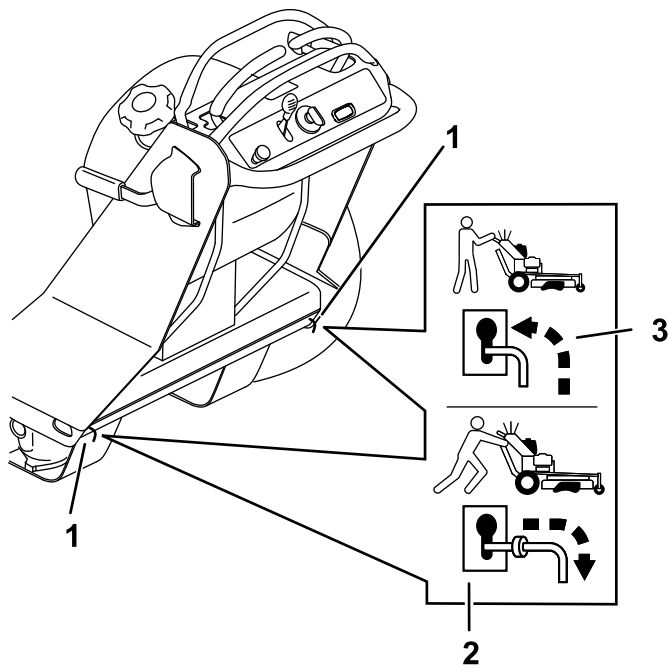

Figure 67
4. Tirez les deux leviers de dérivation en arrière dans la fente en trou de serrure et abaissez-les pour les verrouiller en position (Figure 67).
7. Coupez le moteur, poussez les leviers de dérivation en avant dans la fente en trou de serrure et abaissez-les pour les verrouiller en position (Figure 67).